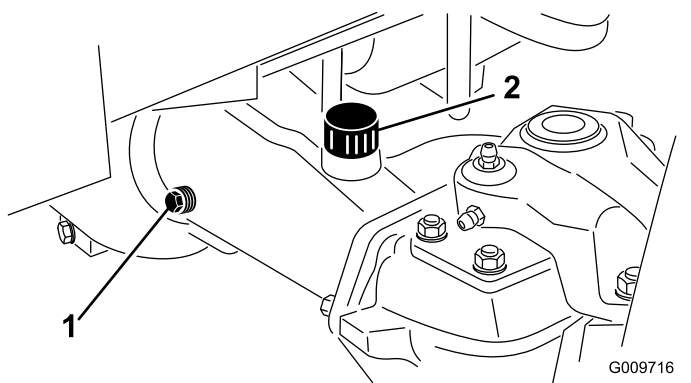

図 72
- アクスルの一方の端部から点検用プラグ 図 72 を抜き、穴の高さまでオイルがあることを確認する。量が不足している場合は、給油プラグ 図 72 をはずして補給する。